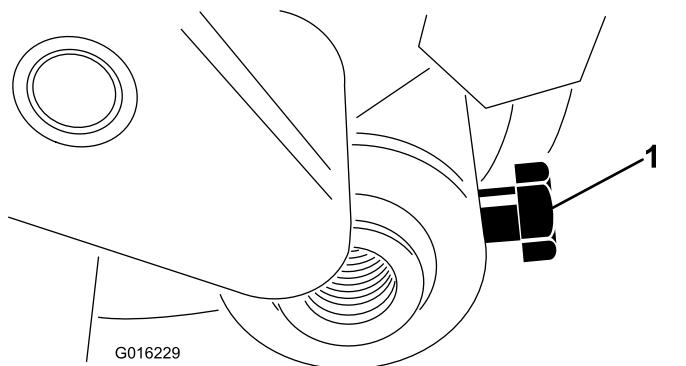

Figura 14
30. Insira o eixo do rolo no braço de ajuste direito e prenda, sem apertar, com o parafuso (Figura 14).
38. Centre o rolo entre os braços de ajuste e aperte os parafusos de montagem (Figura 14).